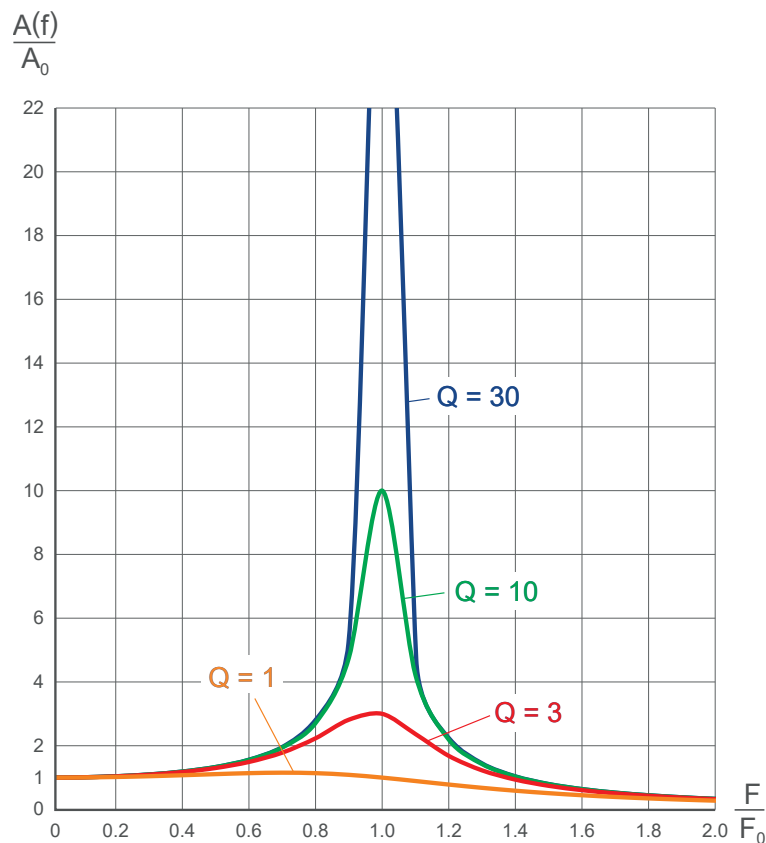

Bild 2-10 Graphische Darstellung des Frequenzganges
Abbildung (siehe Bild 2-10) zeigt die graphische Darstellung der Transferkurve für verschiedene Gütefaktoren (Q), welche vom Dämpfungsfaktor des Torsionssystems abhängen. Die Grafik zeigt den Einflussfaktor, der je nach Torsionsschwingungsfrequenz zu einer Verstärkung des Drehmoments führt.